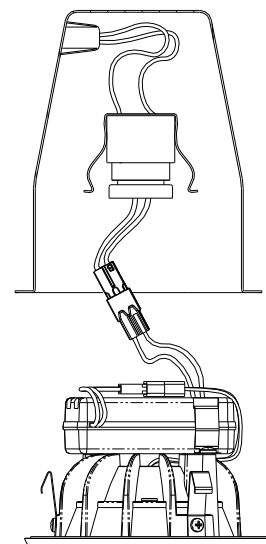

FIG. 5
5. Coloque todos los cables en el ALOJAMIENTO DE LA LÁMPARA y presione con cuidado el ADAPTADOR DECORATIVO en el ALOJAMIENTO DE LA LÁMPARA. (FIG. 5)
2. Coloque todos los cables en el ALOJAMIENTO DE LA LÁMPARA y presione con cuidado el ADAPTADOR DECORATIVO en el ALOJAMIENTO DE LA LÁMPARA. (FIG. 5)
5. Rentez tous les fils à l'intérieur du BOÎTIER et poussez doucement la GARNITURE DE RÉNOVATION dans le BOÎTIER. (FIG. 5)
2. Rentez tous les fils dans le BOÎTIER et poussez doucement la GARNITURE DE RÉNOVATION dans le BOÎTIER. (FIG. 5)